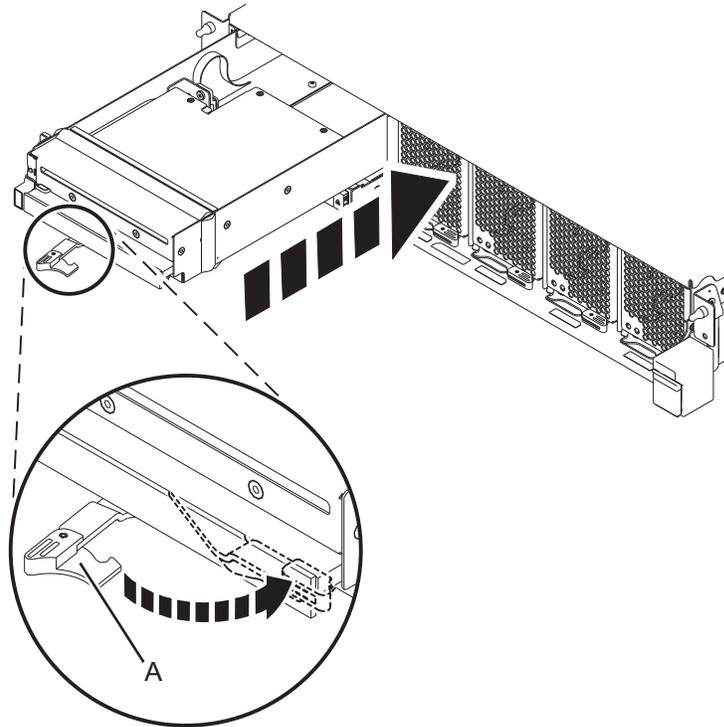

図 7. 9080-MHE、9080-MME、9119-MHE、または 9119-MME システム制御装置へのスリムライン・メディア・デバイスの取り付け
- a. スリムライン・メディア・デバイスのハンドル (A) が 12 ページの図 7 に示すように回転して、開いていることを確認します。
- c. 装置をシステムに入れ、ハンドル (A) を、示されている方向に回転させて、ラッチを所定の位置にロックします。